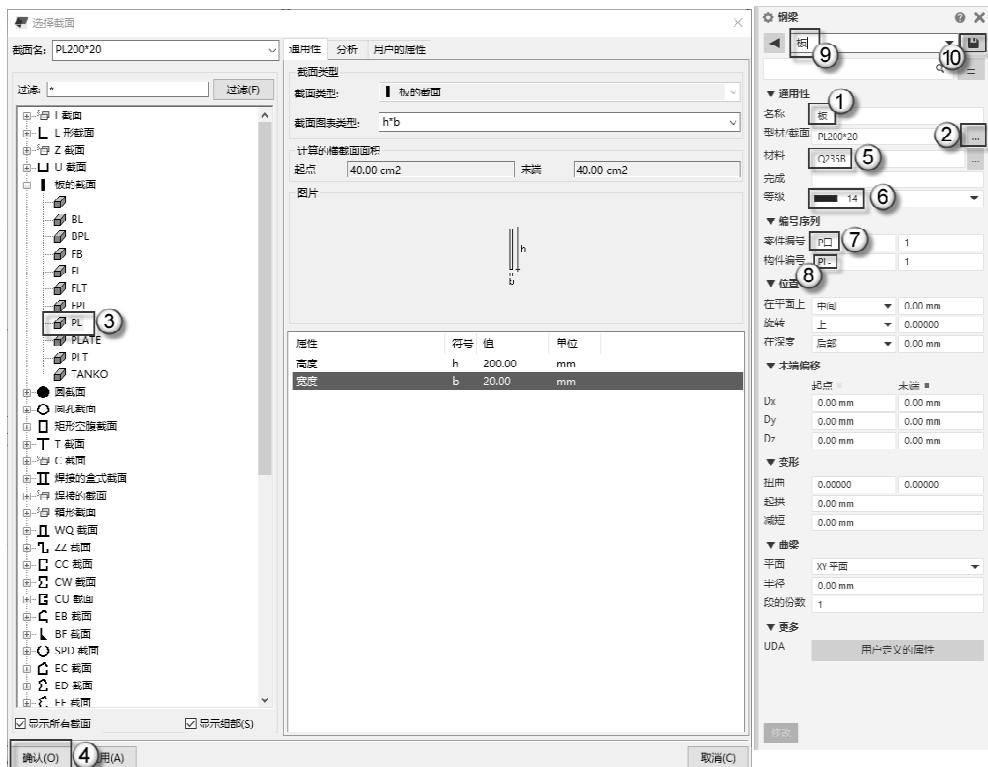

图 1.31 创建板样板
（1）创建板样板。双按 L 快捷键，侧窗格将弹出“钢梁”面板，如图 1.31 所示。在“名称”栏中输入“板”字样，在“型材/截面”栏中单击  按钮，在弹出的“选择截面”对话框中选择 PL 选项，单击“确认”按钮。在“材料”栏中切换为 Q235B 选项，在“等级”栏中切换为 14 号颜色，在“零件编号”中输入 P□字样，在“构件编号”栏中输入 PL-字样，输入“板”样板名称（图中⑨处），单击  按钮完成操作。